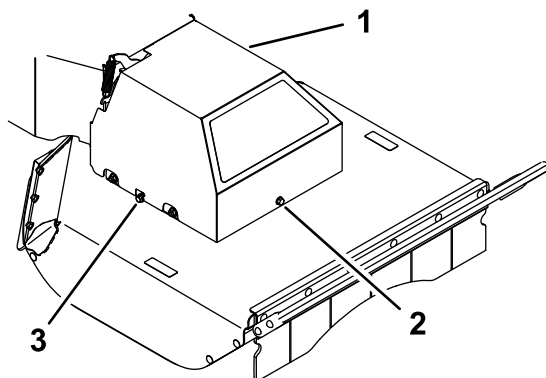

Figure 33
5. Desserrez les boulons gauche et droit de quelques tours puis desserrez le boulon avant jusqu'à ce que le couvercle soit desserré (Figure 33).
les boulons latéraux. Serrez le boulon avant, puis les deux boulons latéraux (Figure 33).